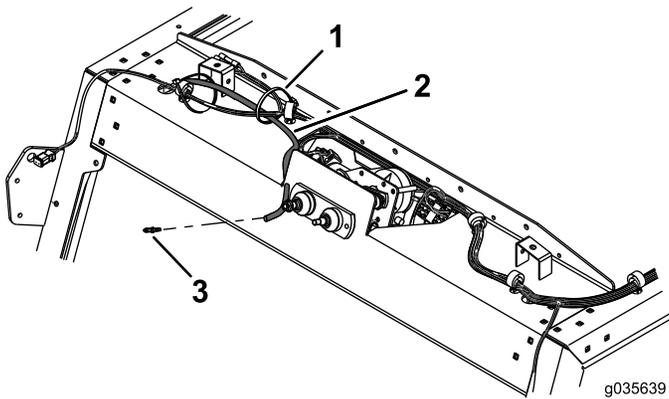
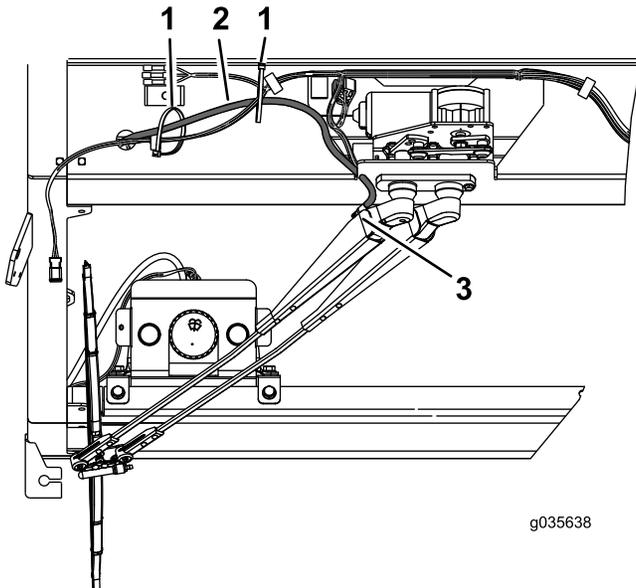

Bild 10
Bild 11
- 7. Befestigen Sie die Schlauchzahnung im Schlauch am Pumpenmotor und schließen sie am Scheibenwischerarm an (Bild 10 und Bild 11).
8. Befestigen Sie den Schlauch mit den Kabelbinden am Kabelbaum, wie in Bild 11 abgebildet.